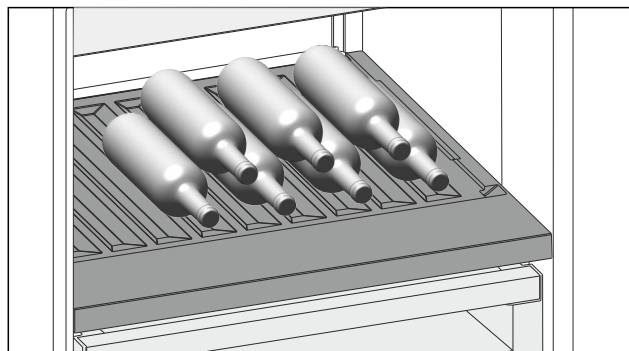

Fig. 146 Atvaizdo pavyzdys
- Butelius dėkite dugnu prie galinės sienelės. (žr. Fig. 146)